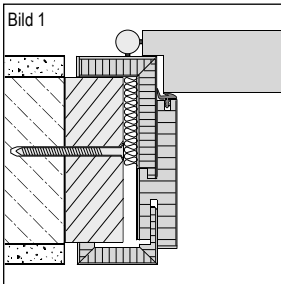

Bild 1
Soll die Holzzarge wandflächenbündig mit einem nachträglichen Maueranschlagnach Bild 1 oder Bild 2 eingebaut werden, sind nachfolgende Hinweise zusätzlich zur Einbauanleitung Blatt 26.2a oder 26.2b zu beachten
1. Ist die Zarge eine Umfassungszarge nach Bild 1, ist diese nach Einbauanleitung 26.2a oder 26.2b zusammenzubauen.
mit Schraubklemme in der Bekleidung und Stahlklammer in der Leibung (Bild 1) oder mit Exzenter in der Bekleidung und Schrauben mit Kunststoffkloben in der Leibung (Bild 2).